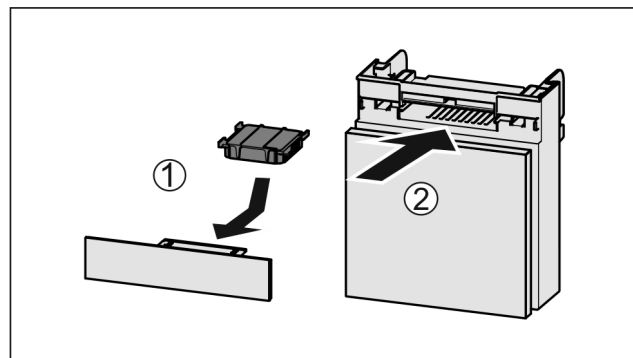

Fig. 176
- ▶ Wkładać Fig. 176 (1) filtr z węglem aktywowanym zgodnie z ilustracją.
- ▶ Wsunąć komorę Fig. 176 (2).